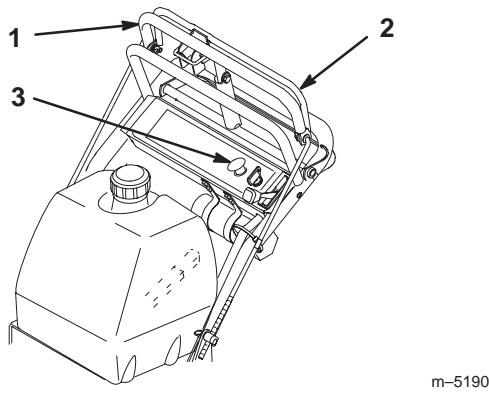

Bild 16
1. Lassen Sie zum Stoppen der Maschine die obere Schaltleiste los (Bild 16).
2. Halten Sie zum Einkuppeln der Schnittmesser die Schaltstange gegen den Handgriff gedrückt (Bild 16).
1. Lassen Sie die Schneidwerk-Schaltstange los, um die Schnittmesser auszukuppeln (Bild 16).